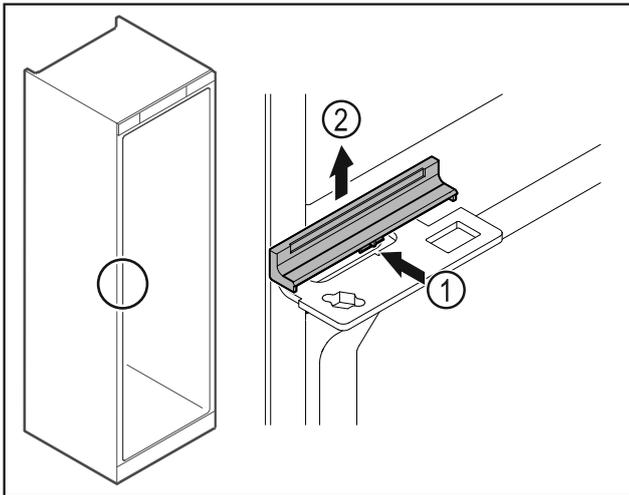

Fig. 43
- ▶ Кришку Fig. 43 (1) трохи натиснути в центрі та зняти рухом вгору Fig. 43 (2).